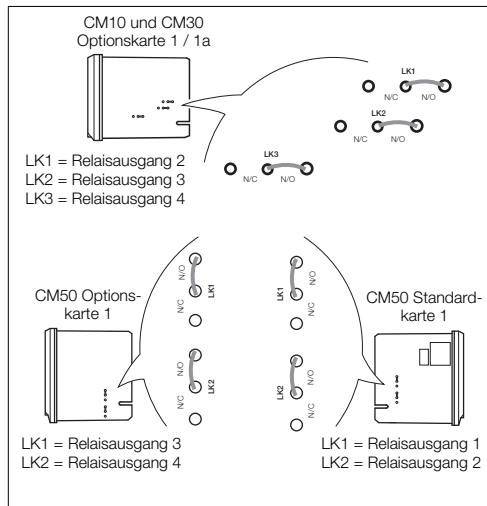

Abb. 4.6 Verbindungsbrücken für Relaisausgänge
1. Die Zuordnung der einzelnen Verbindungsbrücken zu den Relaisausgängen ist in Abb. 4.6 dargestellt.